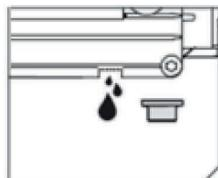

Рис. 15
Периодически очищайте фильтр очистки воды, установленный на всасывающем шланге. Для этого промойте его под струей чистой воды (рис. 15).
- 3.Открутите сливную пробку помпы и слейте отработанное масло в заранее приготовленную ёмкость (рис. 15)